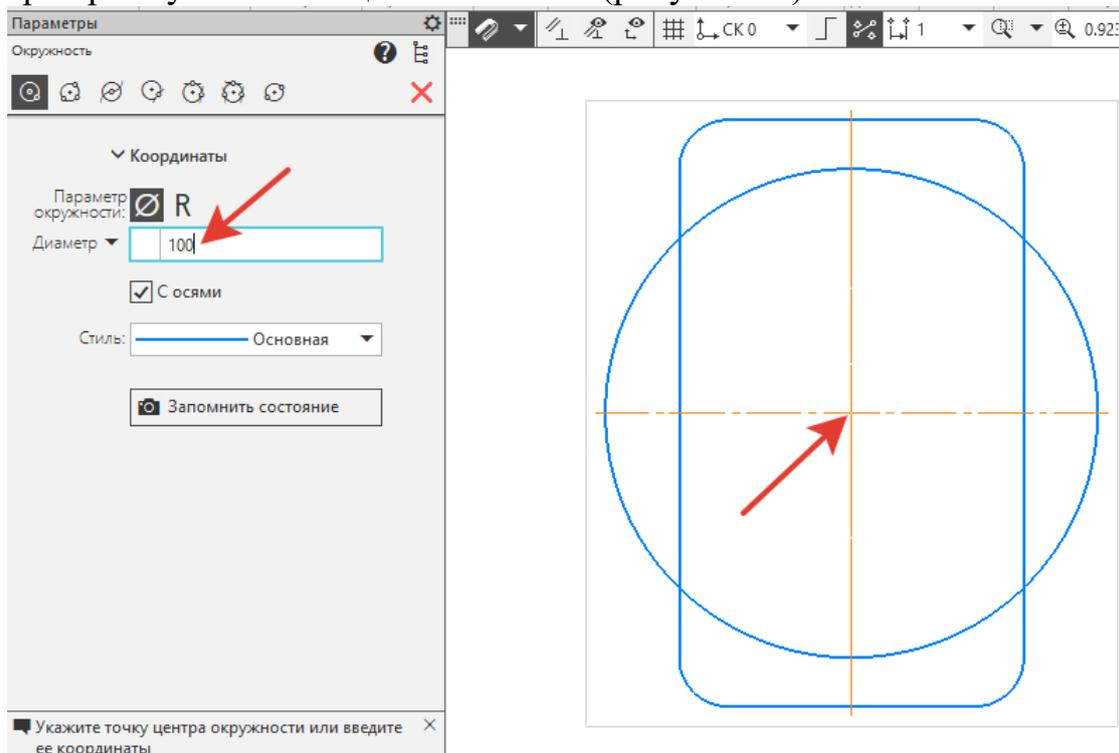

Рисунок 14.
7. На инструментальной панели **Геометрия** -  **Окружность**. В **Параметрах** ввести: **Диаметр** - 100, поставить галочку – **С осями**. Зафиксировать в центре прямоугольника щелчком мыши (рисунок 14).